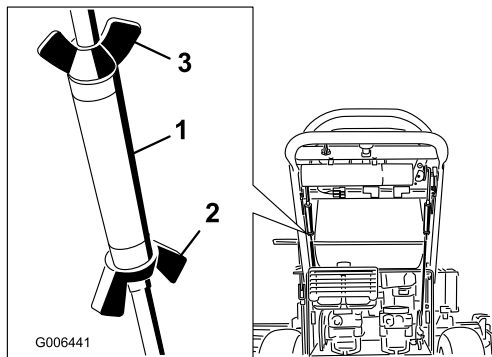

Bild 31
3. Lösen Sie die Flügelmuttern an der rechten Steuerstange und drehen Sie die Spannschraube rein oder raus, um sicherzustellen, dass der Steuerhebel in der arretierten Neutral-Stellung zentriert ist. Befestigen Sie die Spannschraube mit der Flügelmutter (Bild 31).
4. Lösen Sie die Flügelmutter an der linken Steuerstange und drehen Sie die Spannschraube hinein oder heraus, um die Spurweite zu verstellen. Befestigen Sie die Spannschraube mit der Flügelmutter (Bild 31).